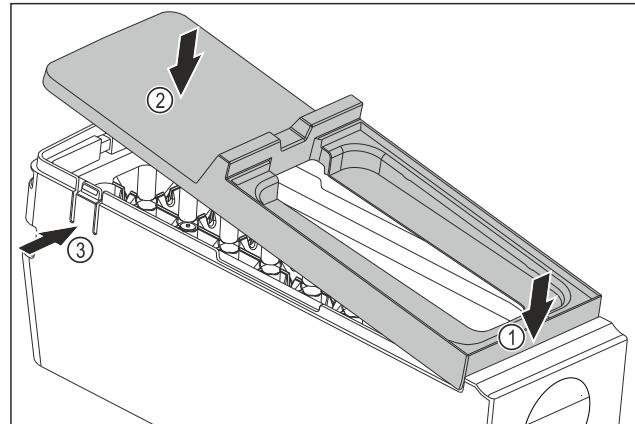

Fig. 186
- Монтаж на капака на корпуса на EasyTwist-Ice: Поставете капака отпред. Fig. 186 (1)
- Спуснете капака отзад. Fig. 186 (2)
- Капакът се фиксира с щракване в двете езичета Fig. 186 (3).